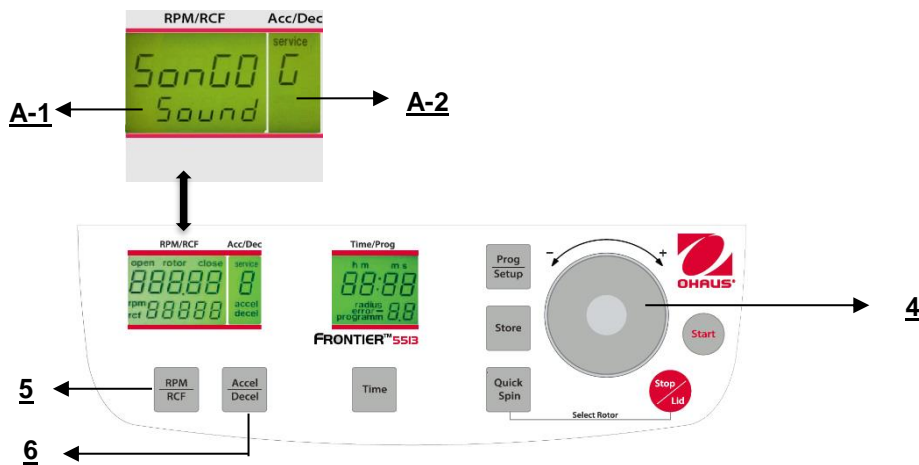

Abbildung. 32
Fahren Sie fort wie unter Punkt 4.1.2 beschrieben, um in den Programmmodus einzutreten und drücken Sie dann die Taste "**Accel/Decel**"(6). Auf der Anzeige blinkt "**Acc/Dec**" (A-2) das Wort "**Service**". Wählen Sie nun den Buchstaben "**G**" mit Hilfe des Anpassungs Wählscheibe (4). Als Ergebnis erscheinen auf der Anzeige "**RPM/RCF**" (A-1) die Worte "**SonGo/Sound**". **Nach dem Drücken der Taste "**RPM/RCF**" (5)** können Sie mit Hilfe des Anpassungs Wählscheibe (4) ein Lied auswählen. (Siehe Abbildung 32).